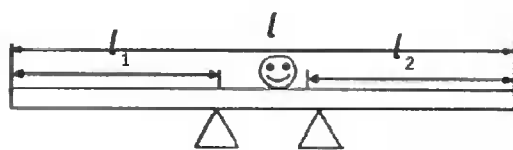

Рис. 4
7. Муравей находится на середине соломинки длиной  $l$  (см. рис. 4). Соломинка лежит на двух опорах. Левая опора находится на расстоянии  $l_1=5l/12$  от левого конца соломинки, а правая — на расстоянии  $l_2=13l/28$  от ее правого конца.